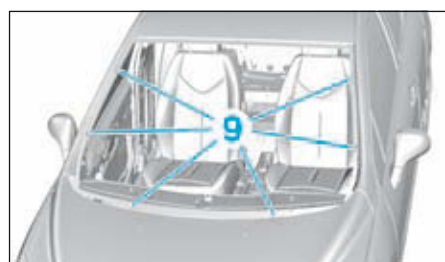

FIG.8
- Déposer le pare-brise (7).
- Positionner les cales (9) d'épaisseurs comme à l'origine (Fig.8).